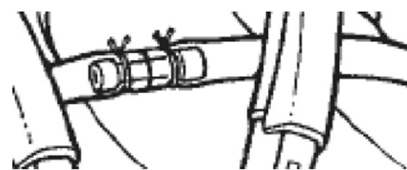

Figura 4-37. Connettore a sutura
5. Passare la sutura sul lato opposto del connettore, utilizzando la stessa tecnica di legatura. (**Figura 4-37**)